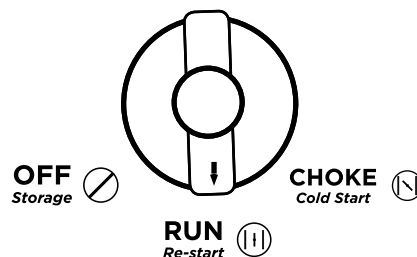

Figura 9: Gire el interruptor del motor / combustible a RUN
6. Cuando el motor arranque y se estabilice, gire el interruptor del estrangulador nuevamente a la posición de MARCHA (vea la Figura 9).